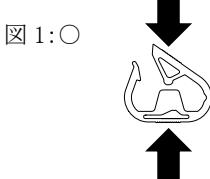
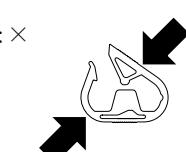

図 1:○
図 2:×
- ** 6) 本製品に組み込まれているクランプを閉じる場合は、チューブが確実に閉塞したことを確認し、常時観察できる状態で使用すること。また、クランプを閉じる場合、図 1 に示すようにクランプ先端部を上から下へ垂直に押すこと。図 2 に示すように、斜めに押した場合やクランプ先端部以外の箇所を押した場合、クランプが変形し完全に閉塞しないおそれがある。[完全に閉塞していない場合、血液・補液等の漏れ、エア吸い込みのおそれがある。]